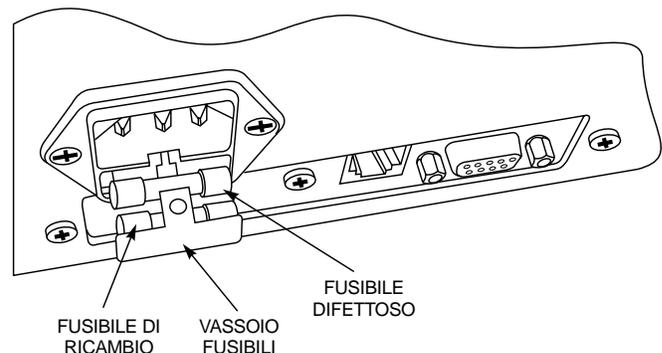

Figura 13. Sostituzione di fusibili
2. Verificare che l'interruttore di alimentazione sia in posizione Off (O) e staccare il cavo elettrico dal retro dell'azionamento.
3. Consultando la Figura 13, tirare fuori il vassoio fusibili usando un cacciavite piccolo.